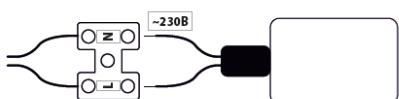

Рис.2 Схема подключения светильника к сети переменного тока 220-230 В
2. Соединить центральные провода, идущие из люстры с проводами вашей проводки. Подсоедините светильник к сети переменного тока согласно схеме на Рис.2. Обратите внимание на маркировку проводов: N – ноль, L – фаза. Подсоедините питающие (одноцветные) провода к клеммной колодке. Если светильник устанавливается на металлической поверхности, поверхность должна быть заземлена.